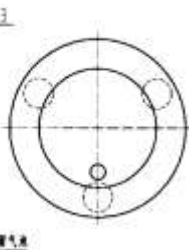

图 13.2
6.2.1 先顺时针转动校正螺钉 III，再逆时针转动校正螺钉 II，使圆气泡向校正螺钉 I 方向转动，一直移到图 13.2 的位置。